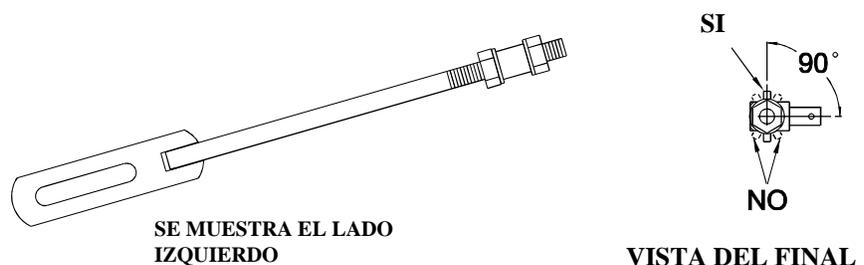

FIGURA 13 AJUSTE DEL ACOPLE/ACOPLE GIRATORIO DEL CONTROL HIDRAULICO
- d) Controle la distancia entre el espaciador y la tuerca al final de la varilla del freno de la cuchilla. La distancia debe ser de entre 1/8" y 3/16" (3 a 5 mm) (Vea Figura 13).